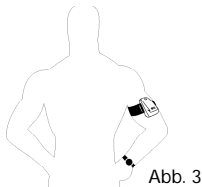

Abb. 3
- Den Sensor und das Band über die Hand bis zum Oberarm streifen. Die Uhr muss am gleichen Arm getragen werden. (Abb. 3)